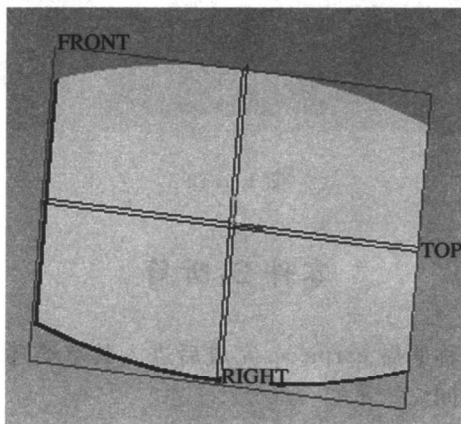

图 1.1.10
Step1: 剖面定义完成后, 单击草绘界面下的图标 , 并接受其草绘剖面, 返回到了拉伸的操控板。在其拉伸深度对话框中输入深度值 0.02, 单击确定完成特征的创建, 如图 1.1.10 所示。